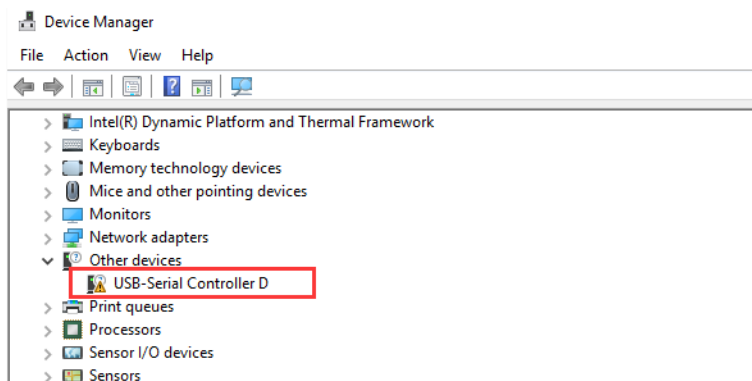

图 3.1. LEDCube 驱动安装提示
- 然后打开设备管理器，此时应当能够找到带警示的 Ports (COM & LPT) 项，见图 3.1，此时需安装驱动。